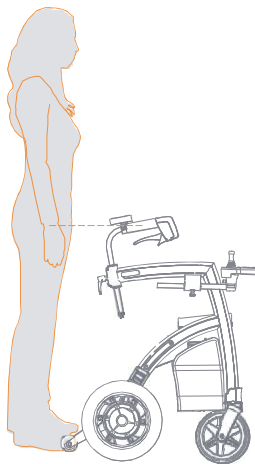

Figura 18: Determine la altura correcta.
Establecer la altura correcta (**Figura 18**) es crucial para un uso óptimo del Rollz Motion Electric. La altura se puede ajustar entre las posiciones mínima y máxima. De esta manera, el Rollz Motion Electric se puede adaptar fácilmente a las necesidades individuales.
- Para determinar la altura correcta, párese entre las manetas Rollz Motion Electric con los brazos colgando cerca del cuerpo. Los mangos deben estar a la altura de las muñecas (**Figura 18**).